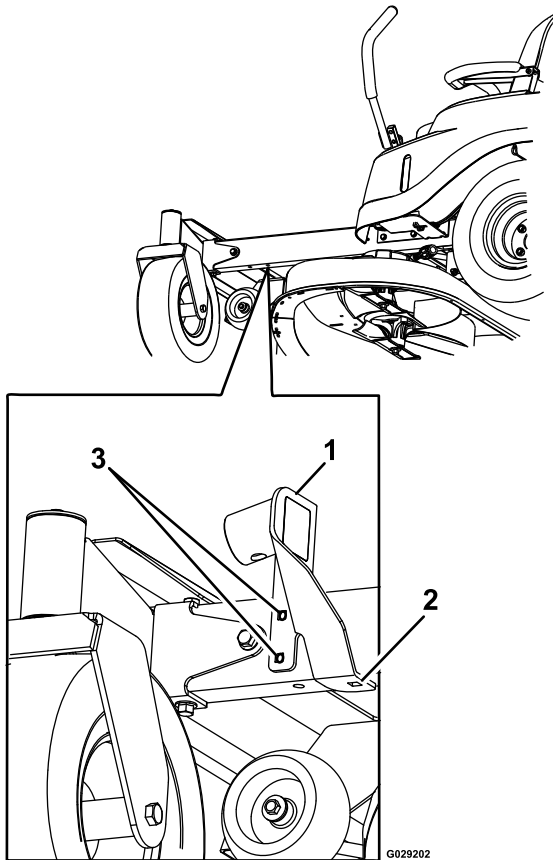

Figure 3
- A. Localisez les deux trous sous le cadre, sur le côté avant gauche, comme montré à la Figure 3.